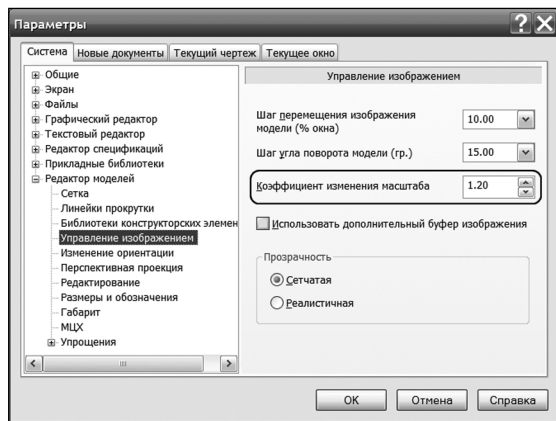

Рис. 4.3. Настройка коэффициента масштабирования 3D-моделей
- Коэффициент масштабирования для **3D-моделей** настраивается в разделе **Редактор моделей** → **Параметр управления изображением** (рис. 4.3).